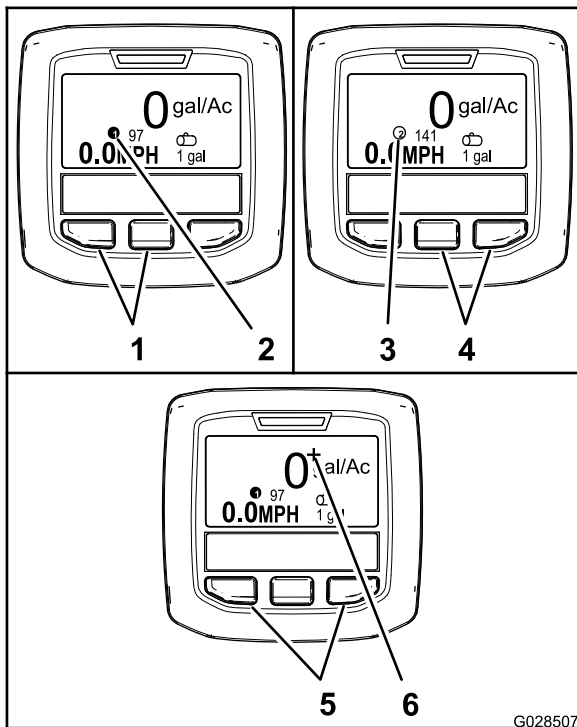

Figure 66
- Pour sélectionner le débit d'application 1, appuyez sur les 2 boutons de gauche de l'InfoCenter (Figure 66).
**Remarque:** Une icône ① s'affiche.
- Pour sélectionner le débit d'application 2, appuyez sur les 2 boutons de droite de l'InfoCenter (Figure 66).
**Remarque:** Une icône ② s'affiche.
- Pour intensifier temporairement le débit d'application, appuyez de manière prolongée sur les 2 boutons extérieurs (Figure 66).